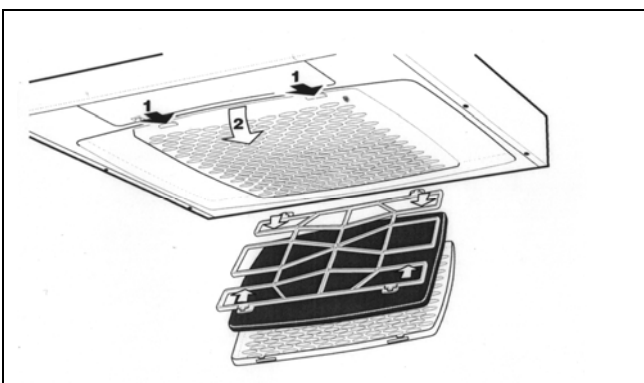

Fig. 11
- Die Filterkassette wird durch drücken der Verriegelung auf der Vorderseite der Haube entnommen (**fig.11**). Der Filter selbst wird wie gezeigt entfernt. Weichen Sie den Filter in Seifenlauge oder Waschwasser ein.